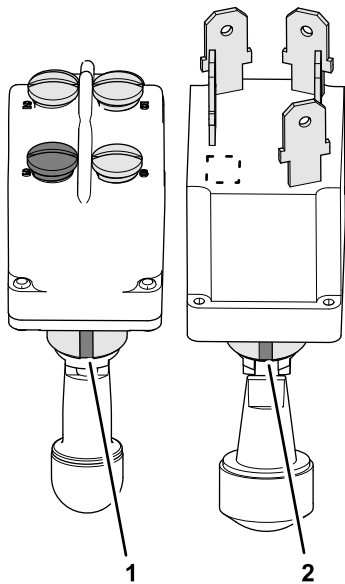

Figura 4
1. Identifique as ranhuras de chaveira nos interruptores da PTO novo e antigo (Figura 4).